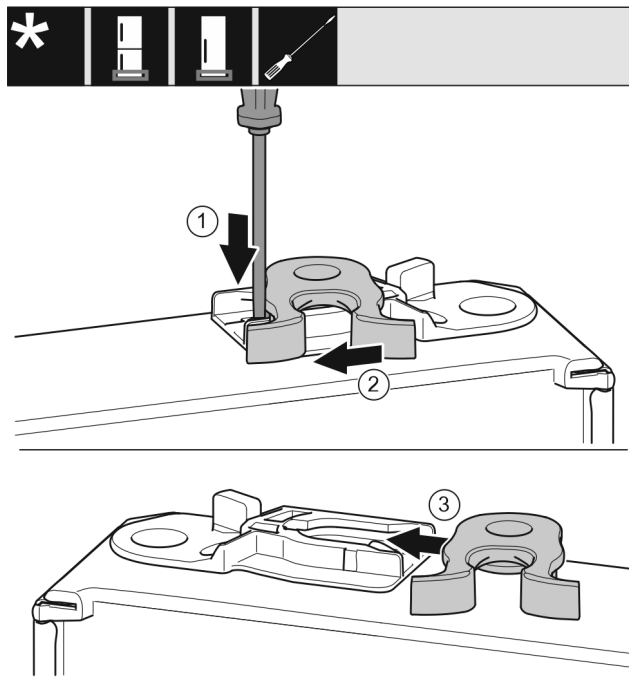

Fig. 51 *
- Прижмите накладку Fig. 51 (1) шлицевой отверткой вниз.*
- Выведите запорный крючок Fig. 51 (2) из направляющей.*
- Вставьте запорный крючок Fig. 51 (3) в направляющую с другой стороны.*